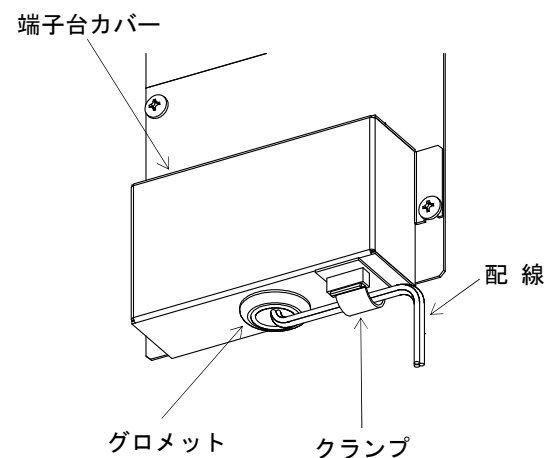

図8
- ②端子台に結線後、端子台カバーを本器へ取付けてください。
- ③配線を端子台カバーのクランプにより固定してください。（図8）